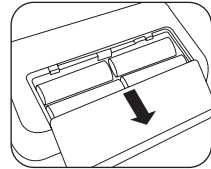

Fig. 1
- Abra la tapa de las pilas en la parte inferior del dispositivo (véase la fig. 1). Introduzca las pilas (véase el capítulo 13). Asegúrese de que la polaridad sea la correcta (polos + y -) cuando coloque las pilas. Cierre la tapa de las pilas. El dispositivo cambia automáticamente a la función de fecha/hora y, cuando se usa por primera vez, la pantalla muestra el número "31" para el día y "12" para el mes. La fecha ajustada, por tanto, es el 31 de diciembre. Ajuste la fecha y la hora, tal y como se describe a continuación.